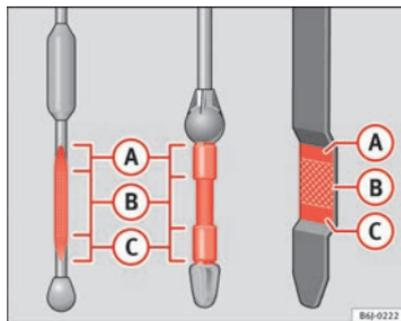

Fig. 125 Jauge d'huile moteur
- Puis retirez-la à nouveau et vérifiez le niveau d'huile ⇒ fig. 125. Faites l'appoint d'huile moteur si nécessaire. ▶
**Le niveau d'huile se situe dans la zone de mesure (A)**
**Le niveau d'huile se situe dans la zone de mesure (B)**
- Vous  **pouvez**  faire l'appoint d'huile. Le niveau d'huile devrait être situé  **après** , c'est-à-dire dans la (A)
**Le niveau d'huile se situe dans la zone de mesure (C)**
- Vous  **devez**  faire l'appoint d'huile. Le niveau d'huile devrait être situé  **après** , c'est-à-dire dans la (A)